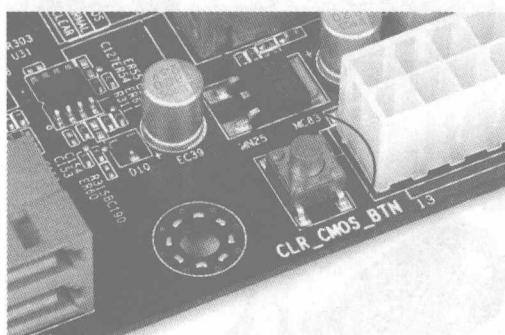

图 1-3 带有一键清除 CMOS 功能的主板
1) 通过清除 CMOS 检查故障是否消失，如图 1-3 所示。